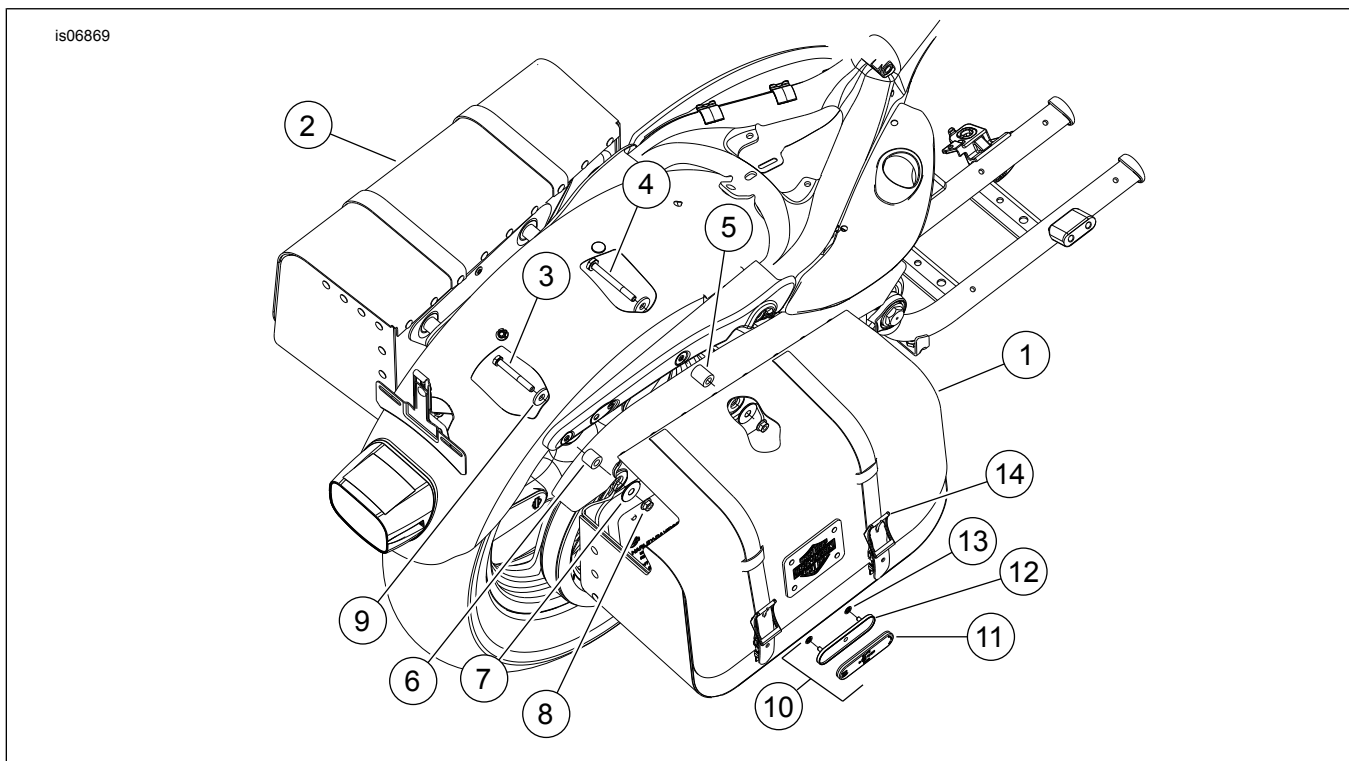

Figura 2. Parti di ricambio: Kit borse portapacchi pilota modello express
Vedere Figura 2 e Tabella 1.
6. Vedere Figura 2. Dall'interno del parafango, inserire la vite (3) e la rondella (9) presi dal kit nel foro posteriore del parafango e la vite (4) e la rondella (9) nel foro anteriore e nel sostegno e nel coperchio del parafango, nei punti in cui le due viti a testa bombata erano state rimosse in precedenza al punto 4.
7. Installare il distanziale corto (6) sul bullone posteriore e quello lungo (5) sul bullone anteriore.
9. Avvitare le rondelle a tazza (7) e i dadi bloccanti flangiati (8) ai bulloni sulla parte interna della borsa. Accertarsi di montare la rondella a tazza in modo che il diametro minore sia inserito nella vaschetta in plastica della borsa. Serrare entrambi i dadi bloccanti a 33–37 N·m (24–27 ft-lbs).
2. Vedere Figura 2. Posizionare l'attacco del catarifrangente (12) sulla borsa portapacchi.
5. Pulire con acqua saponata la superficie del catarifrangente dove verrà montato l'attacco del catarifrangente (12).
7. Staccare il rivestimento dell'adesivo sul catarifrangente (11) e installarlo sull'attacco(12).
9. Installare l'attacco del catarifrangente (12) sulla borsa usando due dadi a pressione (13).